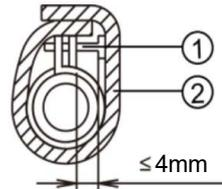

Fig 23
- (5). Isole o tubo e a mangueira de condensados com a braçadeira e a esponja de isolamento térmico. (Fig. 23)